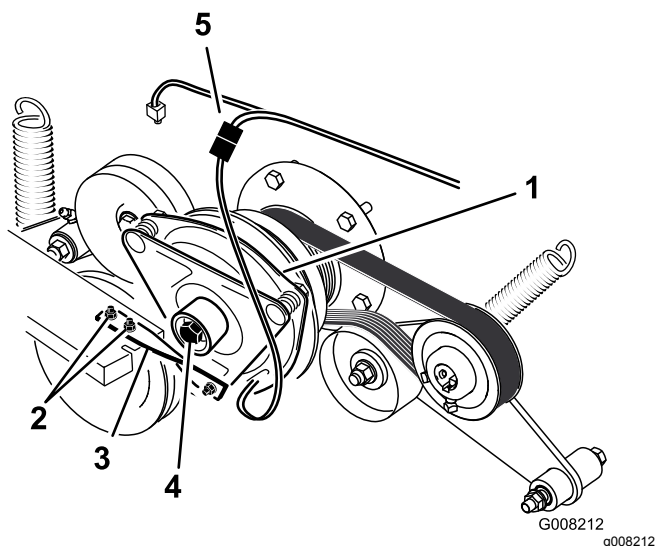

Figure 55
6. Débranchez la connexion électrique de l'embrayage (Figure 55).
7. Déposez les boulons qui fixent la barrette d'embrayage en caoutchouc au cadre du plateau de coupe (Figure 55).
8. Déposez le boulon central de fixation de l'embrayage à l'arbre du moteur, et déposez l'embrayage et la clavette (Figure 55).
15. Tout en maintenant le vilebrequin à l'arrière de la machine, posez le boulon central et serrez-le à 68 N·m (Figure 55).
16. Fixez la barrette d'embrayage en caoutchouc sur le cadre du plateau de coupe au moyen des 2 boulons et écrous retirés précédemment (Figure 55).
18. Branchez la connexion électrique de l'embrayage (Figure 55).